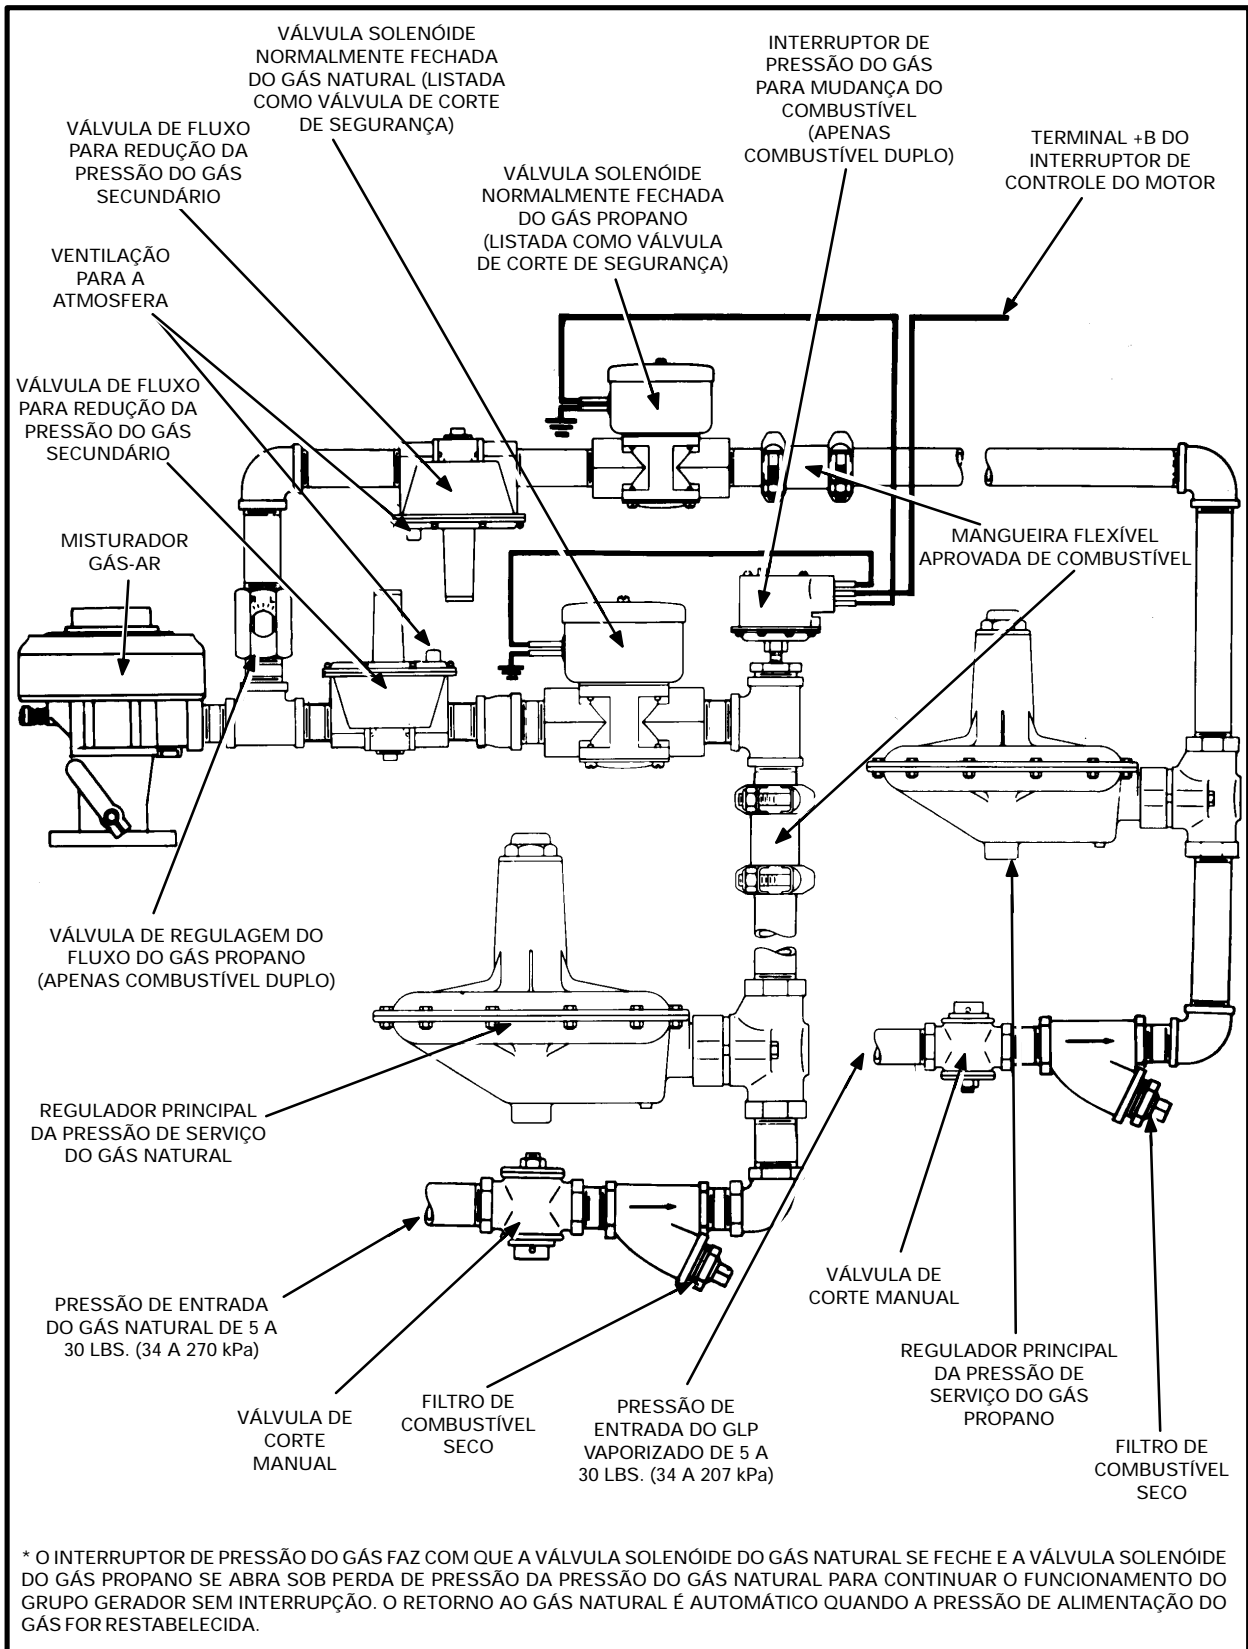

Figura 6-31: Sistema Típico de Combustível Gasoso
A **Figura 6-31** ilustra os componentes típicos de uma linha de gás de um sistema duplo de combustível (gás natural e GLP) com transferência automática. Os sistemas simples de combustível (gás natural ou GLP) utilizam as partes indicadas dos componentes do desenho. A figura não mostra o vaporizador de GLP fornecido com os grupos geradores da Cummins Power Generation, equipados para o uso de combustível líquido ou GLP (montado apenas em motores de grupos geradores externos). Os reguladores da pressão de serviço, os filtros de gás seco e as válvulas de corte manual geralmente são fornecidos pelo instalador, mas são fornecidos como acessórios pela Cummins Power Generation.
- Deve ser instalado um filtro de combustível seco em cada linha como mostra a **Figura 6-31** para proteger os componentes de regulação sensíveis à pressão e os orifícios à frente contra substâncias estranhas e prejudiciais transportadas juntamente com o fluxo do gás (oxidação, incrustações, etc.).